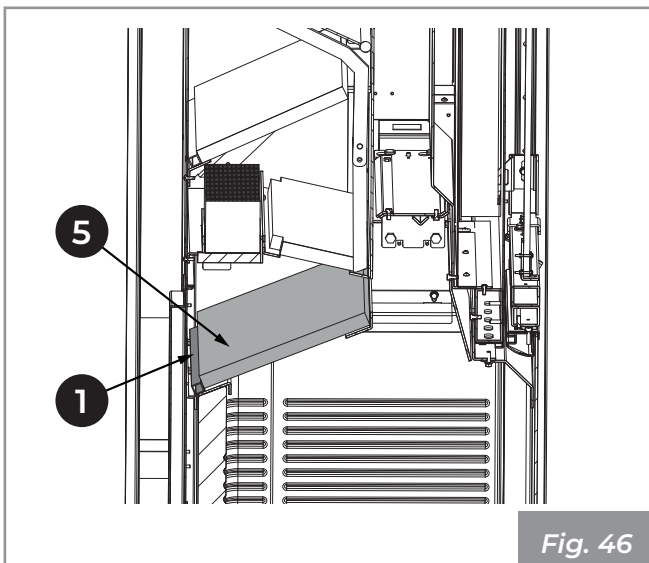

Fig. 46
- 4) Retirar y extraer los paneles (5) (Fig. 46).
5) Retirar y extraer el espaciador (1).